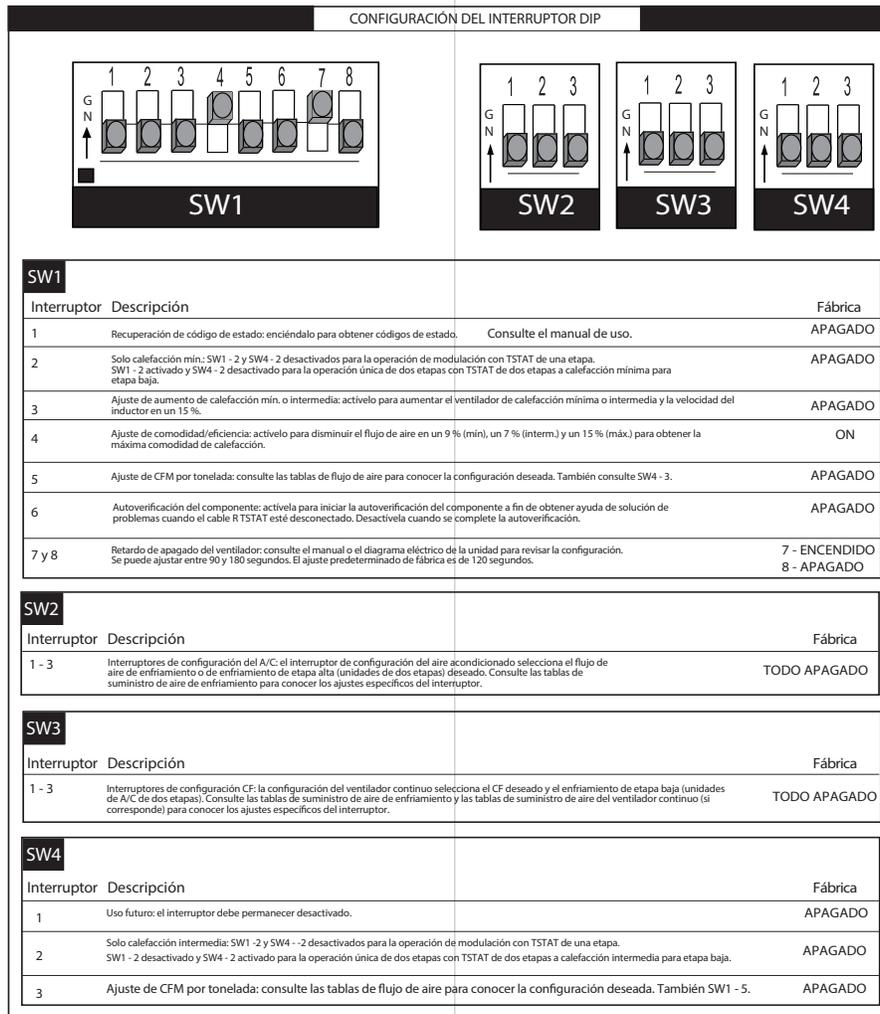

Fig. 60 – Interruptores de configuración y descripción del calefactor
Las ubicaciones del interruptor de configuración se muestran y se describen en la Fig. 60. Los interruptores de configuración también se muestran en la etiqueta de cableado de la unidad.
El control del calefactor tiene ocho (8) interruptores de configuración que se pueden ajustar para cumplir con los requisitos de la aplicación. Consulte la Fig. 60 y la sección “Ajustes” para ver las configuraciones del interruptor. Para establecer estos interruptores de configuración para los requisitos apropiados:
Los interruptores de configuración del aire acondicionado se utilizan para igualar el flujo de aire del calefactor con el flujo de aire de enfriamiento que se requiere o con el flujo de aire de enfriamiento de alta etapa cuando se utiliza una unidad exterior de dos etapas. Consulte la Fig. 60 y la sección “Ajustes” para ver las configuraciones del interruptor.
El control del calefactor tiene tres (3) interruptores de configuración adicionales etiquetados como SW4. El interruptor de configuración SW4-2 se puede utilizar para bloquear el calefactor en calor intermedio. Cuando el interruptor de configuración SW4-2 está en ON (Activado), se hace caso omiso del interruptor de configuración de SW1-2 si está en ON. SW4-3 se utiliza para ajustar el flujo de aire. Consulte la Fig. 60 y la